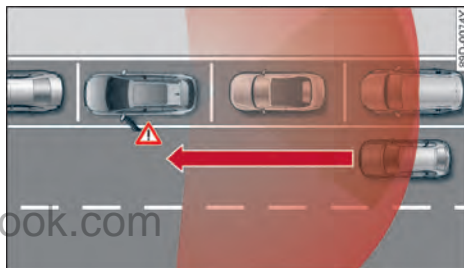

图 132 识别到有车接近
在系统条件允许的范围内，离车警告系统可识别从后面上来的车辆等交通情况并为您提供离车支持⇒图 132。系统使用车尾雷达感应器数据。
- 感应器探测区域⇒ 图 132 只是示意显示，展示的不是成比例的感应器作用范围。